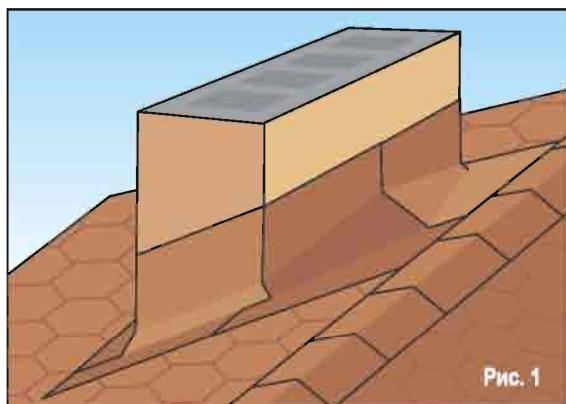

Рис. 1
- Подкладочный ковер может быть уложен параллельно или перпендикулярно общитому досками настилу крыши (Рис. 1а и Рис. 1б). Ковер разворачивается, укладывается точно по прямой линии, устраняются любые провисания и ковер фиксируется к настилу кровельными гвоздями вдоль края, который будет перекрыт следующим ковром (скрытые концы также должны быть закреплены гвоздями).
Рис. 1а
Рис. 1б
- Чтобы вода не скапливалась позади дымохода, рекомендуется в настиле крыши создавать противонаклон в верхней части проникновения для широкого дымохода или набора воздуховодов (Рис. 1).